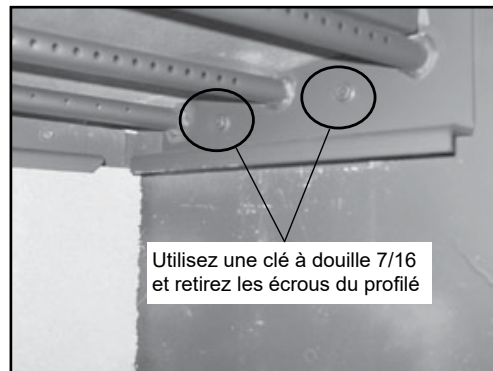

Figure 24.3
3. Enlevez les 2 écrous et boulons du canal se trouvant dans la chambre au moyen d'une clé à douilles de 7/16 pour les écrous et une clé à douilles de 3/8 pour les boulons (Figure 24.3).